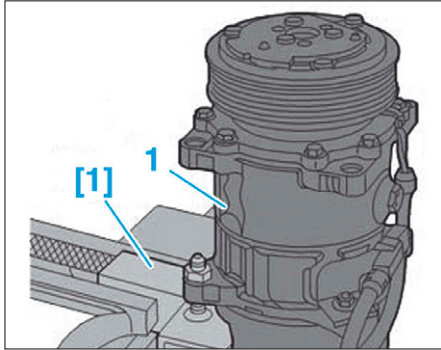

FIG. 6
- Mettre en place le compresseur (1) sur l'outil [1] et le bloquer dans un étau (Fig.6).